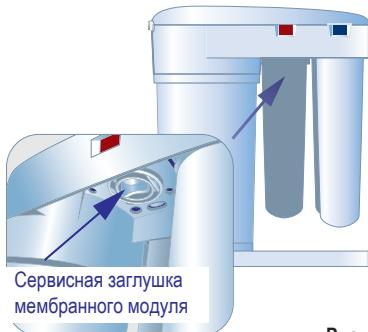

Рис. 9
- Установите вместо сменного мембранных модуля сервисную заглушку рис. 9.